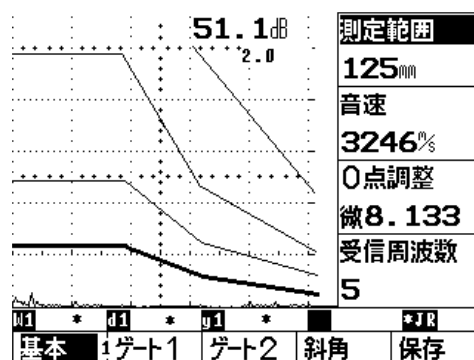

図 8 測定範囲 125mm の DAC 作成例
- ①測定範囲 250mm で DAC が完成したら、**基本** キーを押して基本画面に戻り、測定範囲を 125mm に変更すると測定範囲 125mm の DAC 作成が完了する。(図 8 参照)